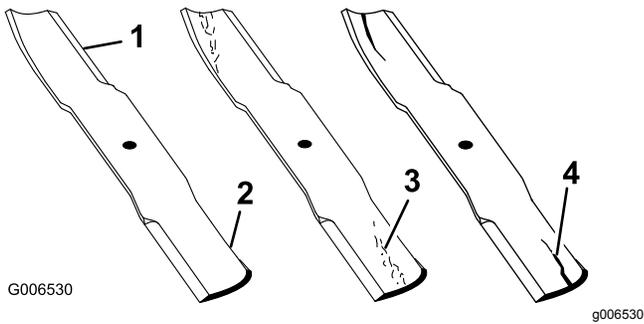

Figure 96
1. Examinez le tranchant des lames (Figure 96). Si les lames coupent mal ou présentent des indentations, déposez-les et aiguissez-les. Voir Affûtage des lames \(page 67\).
2. Inspectez les lames, et plus particulièrement l'ailette (Figure 96). Remplacez immédiatement toute lame endommagée, usée ou qui présente une entaille (Figure 96).